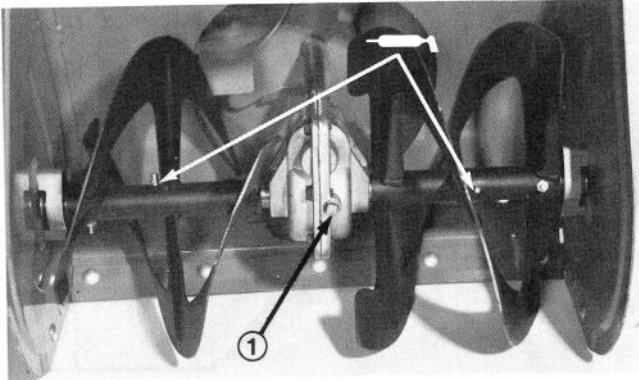

Figure 21
3. Nettoyez le tour du bouchon de vidange (Fig. 21) pour enlever toute saleté.
4. Placez le bac de vidange sous l'avant du carter d'engrenage de tarière et enlevez le bouchon à tuyau qui ferme ce carter (Fig. 21).
7. Reposez le bouchon à tuyau fermant le carter (Fig. 21).
1. Essuyez les raccords de graissage avec un chiffon propre (Fig. 21).